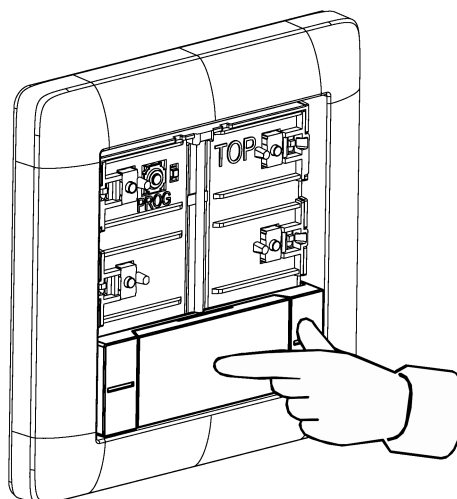

Figura 7: Presionar el centro del interruptor basculante de mando
- Presionar el centro del interruptor basculante de mando (véase figura 7).